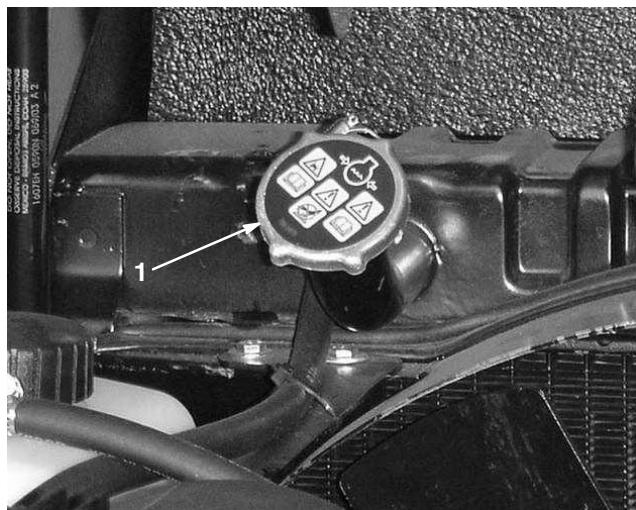
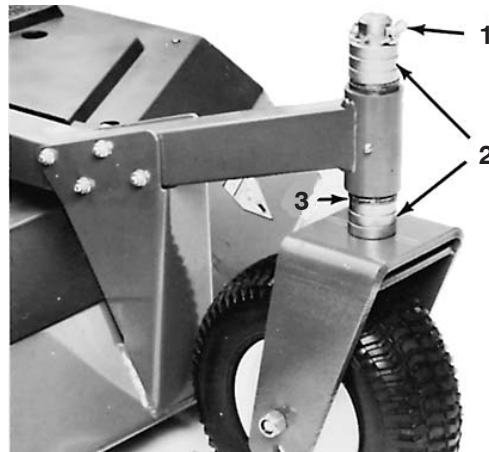

Figure 9
Figure 14
5. Si vous ajoutez de grandes quantités de solution, retirez le bouchon du radiateur (Fig. 9) et remplissez-le jusqu'à ce que le niveau du liquide de refroidissement dépasse le faisceau du radiateur et arrive à environ 25 mm en dessous de la base du goulot de remplissage.
4. Sur tous les autres ensembles roues pivotantes, retirez la goupille à anneau des axes de fourches (Fig. 14). Déposez l'ensemble axe de fourche et entretoise du bras de pivot (Fig. 14). Placez des entretoises sur l'axe de pivot à la hauteur de coupe voulue et posez l'axe de fourche dans le bras (Fig. 9). Posez les entretoises restantes sur l'axe et fixez les ensembles avec la goupille à anneau (Fig. 14).